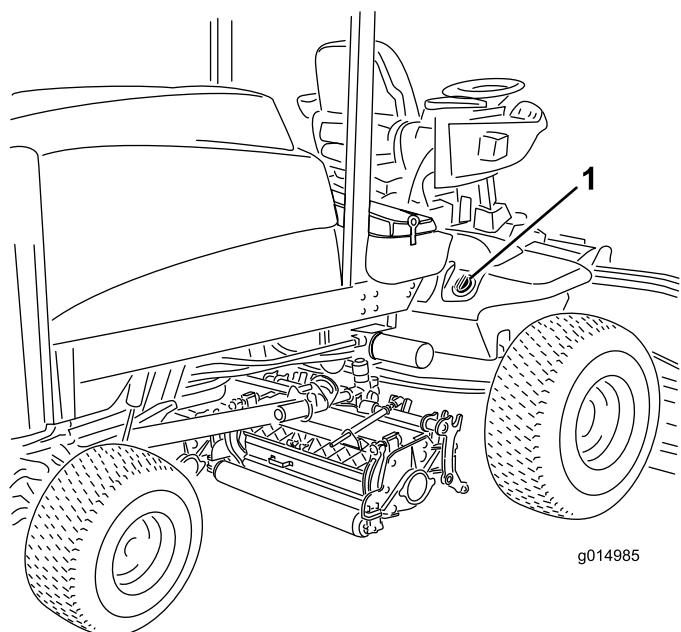

Figura 38
2. Limpe a zona em redor do tubo de enchimento e da tampa do depósito hidráulico (Figura 38). Retire a tampa do tubo de enchimento.